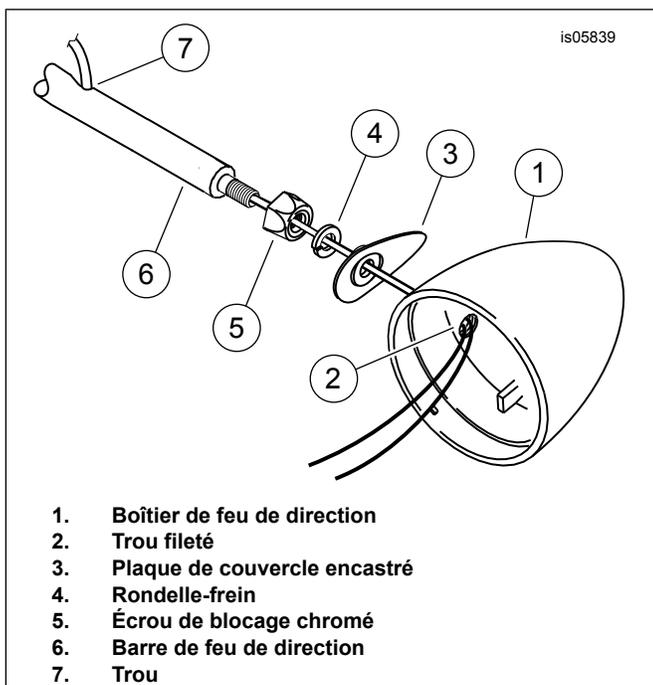

Figure 5. Barre de feu de direction
1. Voir Figure 5. Installer un écrou de blocage chromé (5) sur chaque extrémité de la barre de feu de direction (6) avec le côté suralésé de l'écrou contre la barre.
- a. Dans le boîtier de feu de direction (1) et à travers l'orifice **fileté** (2).
- b. À travers la plaque de couvercle encastré (3).
- c. À travers la **nouvelle** rondelle-frein (4).
- e. Les faire sortir du trou (7) près de l'extrémité de la barre.